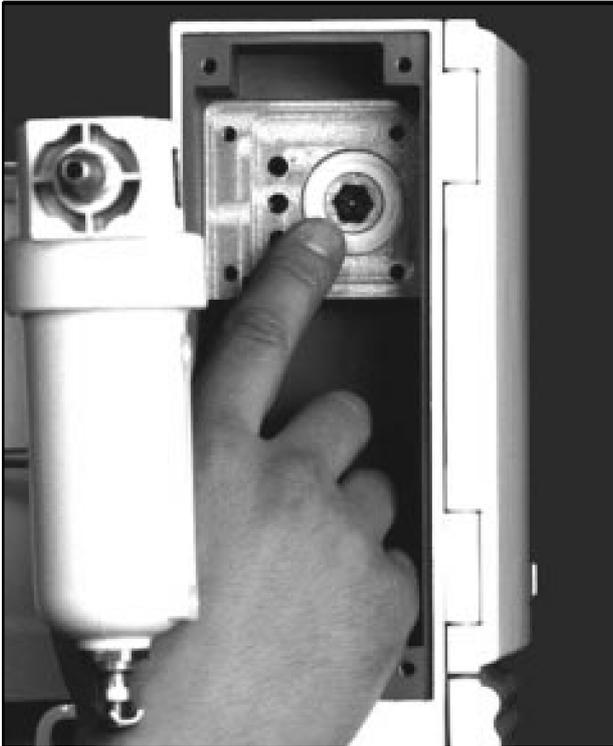

Fig. 10 : Remplacement du filtre du régulateur
7. Retirer l'ancien filtre du régulateur et mettre en place le nouveau (voir fig. 10).